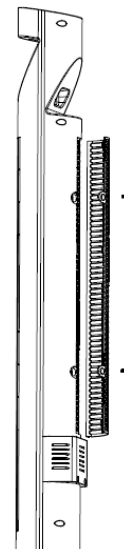

Fig.2
4. È possibile rimuovere il filtro dell'aria per pulirlo. Lavare il filtro direttamente sotto l'acqua corrente, quindi asciugarlo completamente. Dopo averlo pulito, riavvitare le 2 viti (Fig.2).